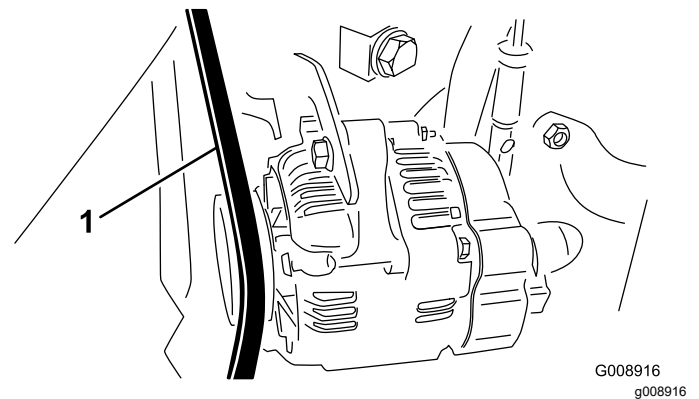

図 71
2. ベルト中央 オルタネータのプーリとクランクシャフトプーリの中間を $30\text{N}\cdot\text{m}$ $3\text{kg} = 22\text{lb}$ の力で押してベルトの張り具合点検する 図 71。